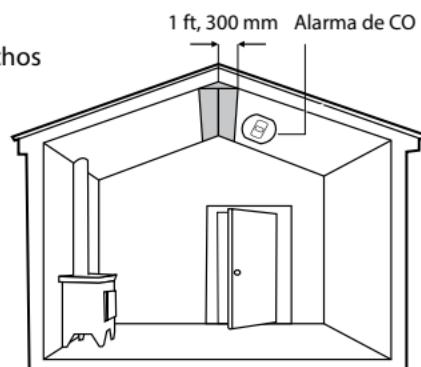

Figura 2
- En salas con techos inclinados o con aparatos alimentados por combustible, la alarma de CO debe colocarse en la parte más elevada de esta, consulte la Figura 2.